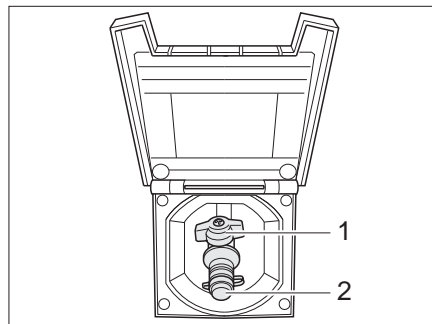

Bild 89 Extern gasanslutning, gasavstängningsventilen stängd
Den externa gasanslutningen (Bild 89) befinner sig, beroende på modell, på fordonets bakdel eller på fordonets vänstra resp. högra sida.
- Anslut den externa gasapparaten till anslutningar (Bild 89,2).
- Öppna gasavstängningsventilen (Bild 89,1).